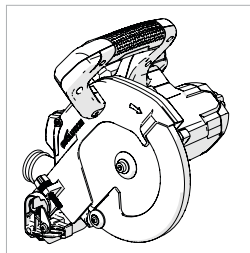

Fig. 5
- La testa da taglio (nella posizione di blocco verso il basso nel momento in cui è estratta dall'imballaggio) **(Fig. 5)**